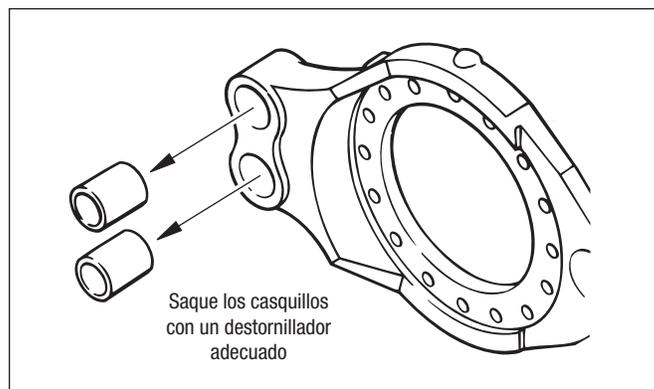

Figura 22 – Desmontaje de casquillo de pasador de anclaje
4. Si se encuentra con una de las condiciones señaladas, saque los casquillos viejos del pasador de anclaje de la araña. Consulte la figura 22.